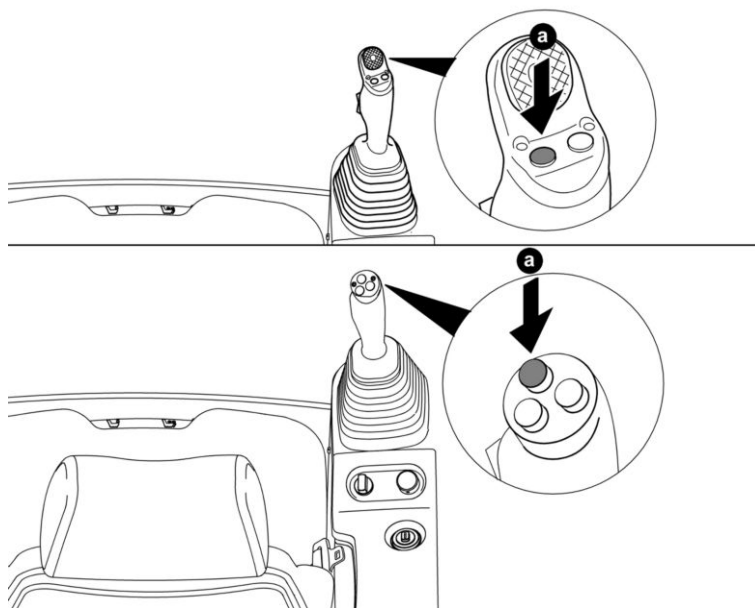

Рис. 217: Активация ручного режима
- Нажмите и удерживайте нажатой кнопку **а**. (см.: рис. 217, страница 128)